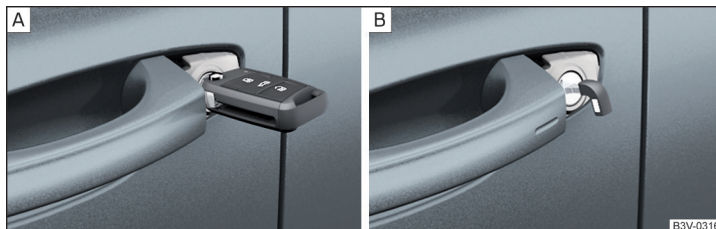

Abb. 346 Griff an der Fahrtür: Schlüssel mit herausklappbarem Schlüsselbart / KESSY-Notschlüssel
- Bei Fahrzeugen mit **Linkslenkung** den Schlüssel mit herausklappbarem Schlüsselbart **mit den Tasten nach oben gerichtet** » Abb. 346 - **A** in den Schließzylinder stecken und das Fahrzeug ent-/verriegeln.
- Bei Fahrzeugen mit dem **System KESSY** den Notschlüssel mit dem Griff nach unten gerichtet » Abb. 346 - **B** in den Schließzylinder stecken und das Fahrzeug ent-/verriegeln.